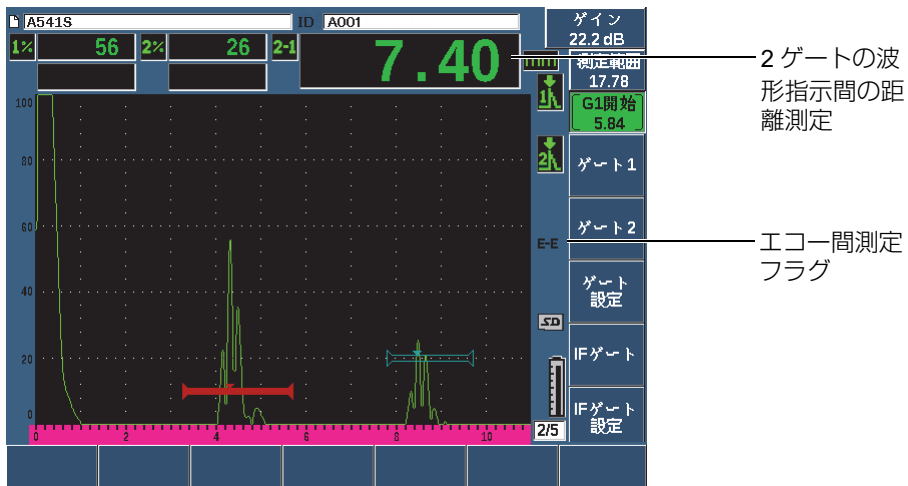

図 7-7 エコー間測定の例
2. 143ページの図7-7の例にあるように、ゲート1を最初の検出エコーの上に配置し、ゲート2を2番目のエコーの上に配置します。